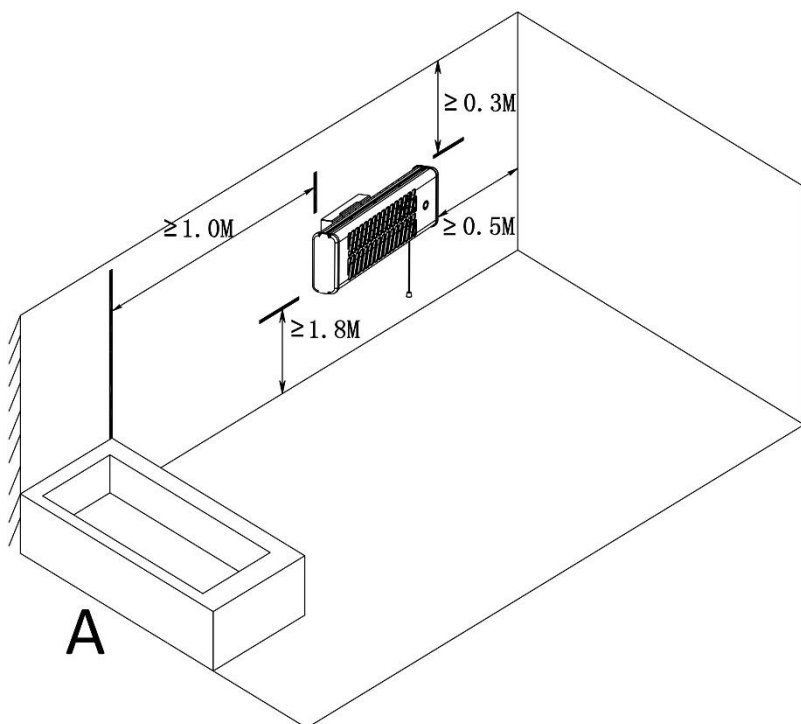
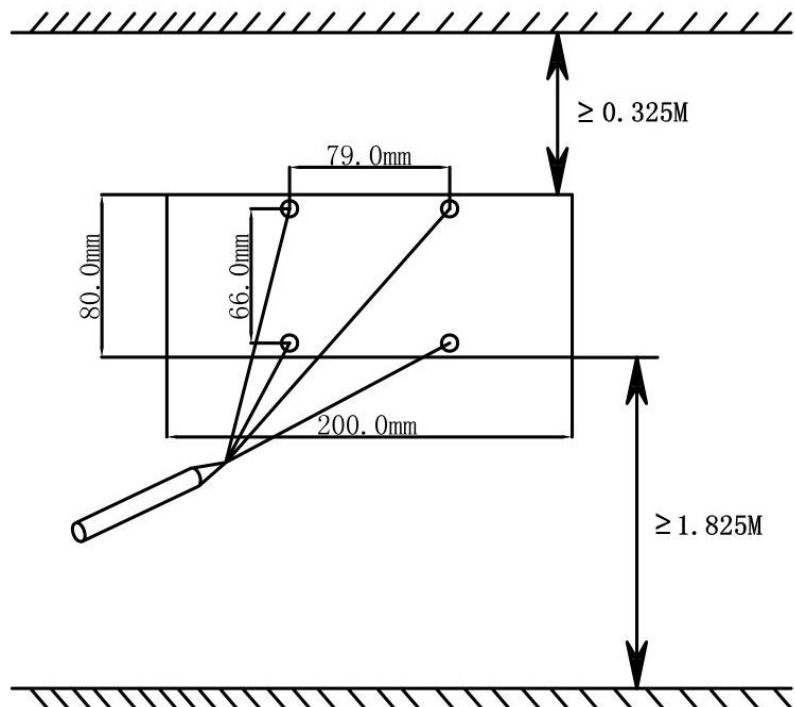

Imagen 3
Imagen 4
20. Mantenga distancias seguras de acuerdo con los estándares europeos y las normas nacionales indicadas en la imagen 3.
2. El calefactor de cuarzo solamente debe instalarse en una posición horizontal. No lo instale en el techo o verticalmente. Respete las distancias mínimas indicadas en la imagen 3 durante la instalación. El aparato de calefacción debe montarse, como mínimo, a una altura de 1800 mm, a 300 mm del techo y a 500 mm de las paredes.
- Encuentre la posición que sea más adecuada para no bloquear el acceso al cordel y el interruptor, manteniendo siempre las distancias de seguridad indicadas en la imagen 3. Marque los agujeros en la pared donde vaya a montar el aparato de calefacción. Tome las medidas de la imagen 4 como referencia. Marque con una cruz el centro del agujero para una perforación más precisa (ver imagen 4).